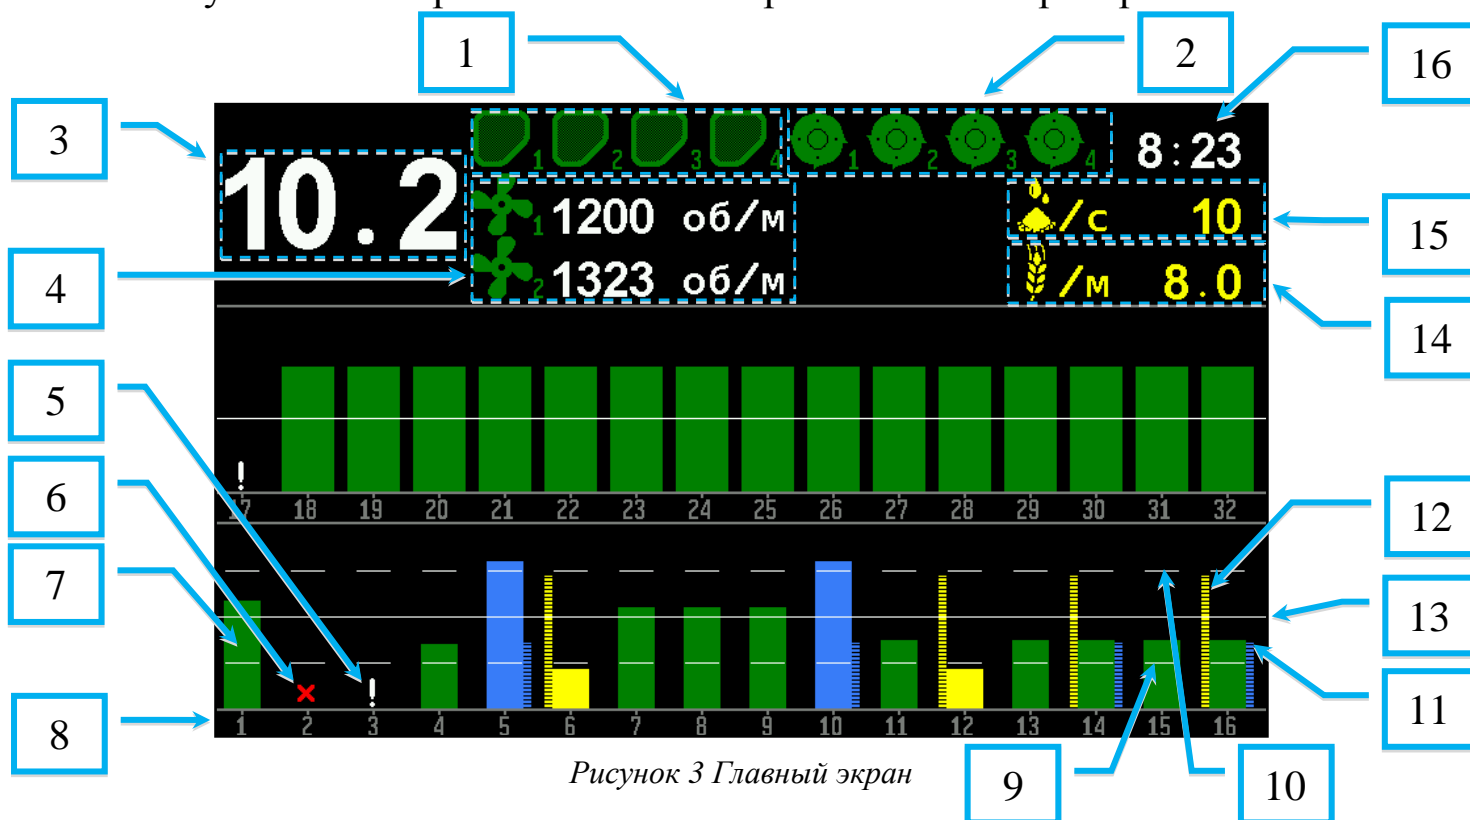

Рисунок 3 Главный экран
- Главный экран, см. "Рисунок 3".
Затем на экране отображается главный экран (см. "Рисунок 3") и система готова к работе.
На "Рисунок 3" изображен Главный экран панели оператора.